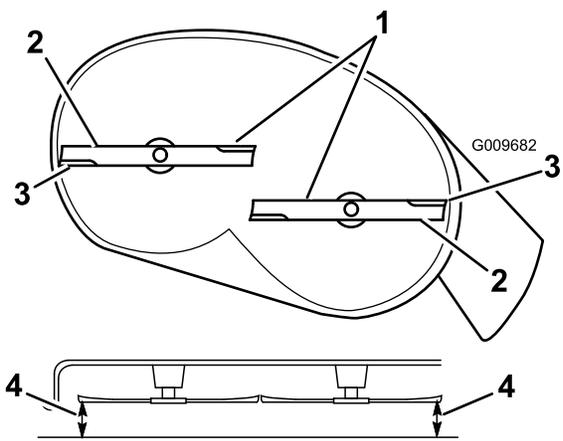
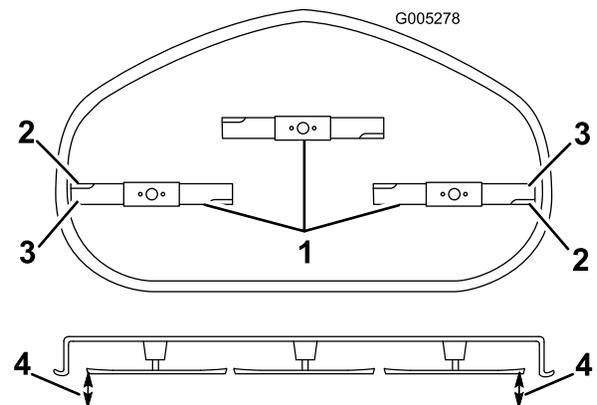

Figura 48
Figura 49
4. Gire cuidadosamente las cuchillas hasta que estén todas orientadas lateralmente (Figura 48 y Figura 49).
5. Mida entre los bordes de corte exteriores y la superficie plana (Figura 48 y Figura 49). Si hay una diferencia de más de 5 mm (3/16 pulg.) entre ambas dimensiones, se requiere un ajuste; siga con este procedimiento.